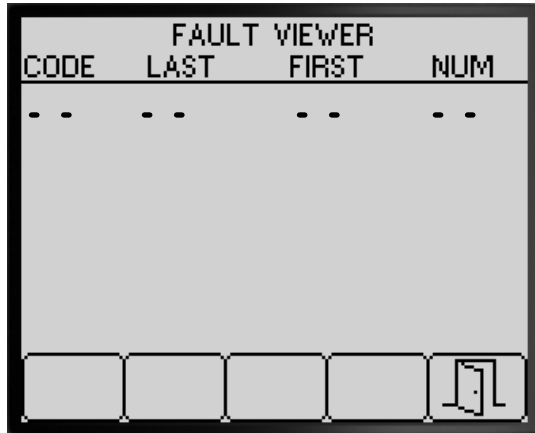

Figura 87
- Reveja o visualizador de falhas relativo às falhas geradas pelo sistema do pulverizador (Figura 87).
- Prima o botão 5 para sair do ecrã VISUALIZADOR DE FALHAS e voltar ao ecrã DIAGNÓSTICO (Figura 87).
- Prima o botão 5 para sair do ecrã ACERCA e voltar ao ecrã DIAGNÓSTICO (Figura 87).